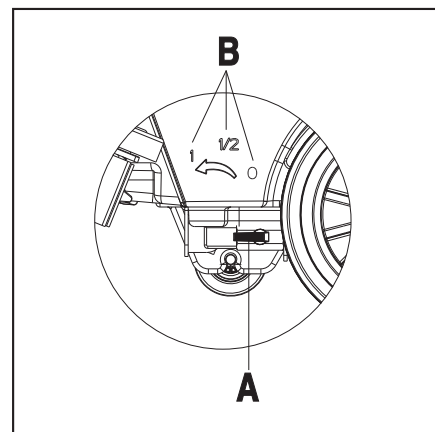

FIGURE 5
Le réglage de la poignée du clapet à bille (A, Figure 5) doit être effectué lorsque l'interrupteur principal (38) est en position arrêt (Off).
- Le débit d'eau peut être réglé à l'aide de la poignée du clapet à bille ((A, Figure 5) en fonction de la quantité d'eau nécessaire pour le nettoyage à réaliser.